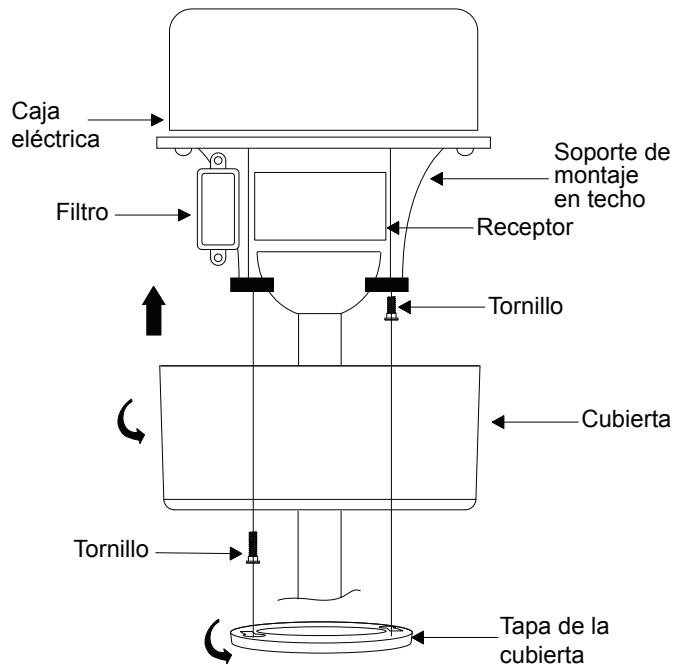

Fig. 15
**Paso 2.** Desliza la cubierta hacia arriba hasta el soporte de montaje y coloca una de las ranuras con forma de ojo de cerradura sobre el tornillo de montaje en el soporte de montaje. Gira la cubierta hasta que la cabeza del tornillo encaje en su lugar en la sección estrecha del orificio tipo llave. (Fig. 15)